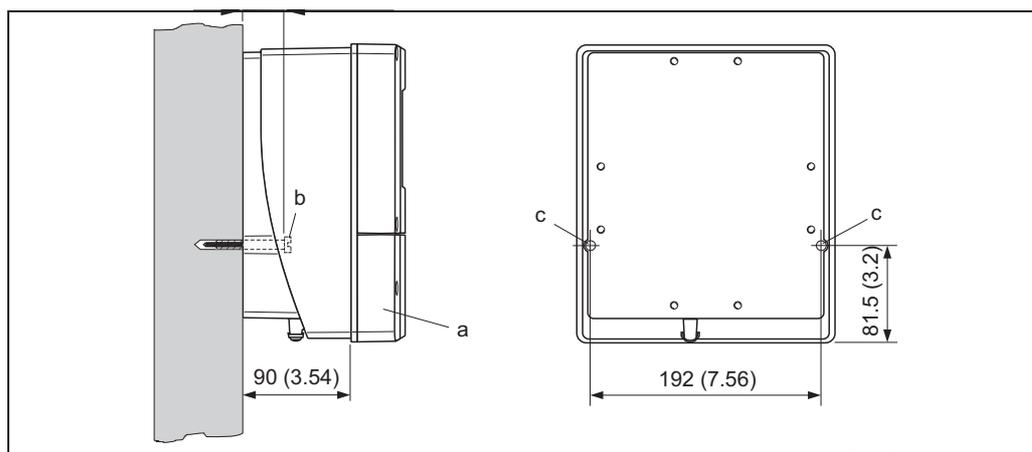

fig. 28: Montage mural direct
1. Préparer les perçages selon Fig. 28.